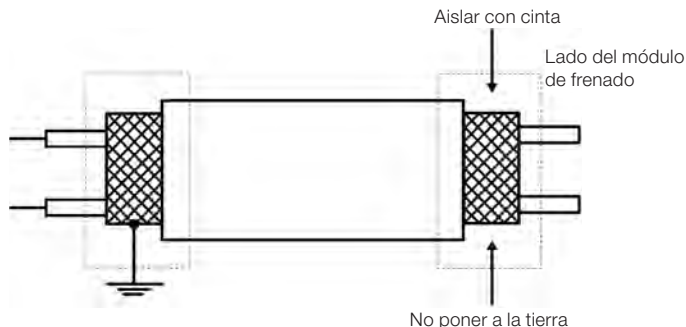

Figura 3.9: Conexión del Blindaje
- Siendo necesario, utilice cables blindados. La correcta conexión del blindaje de los cables es presentado en la figura 3.9.